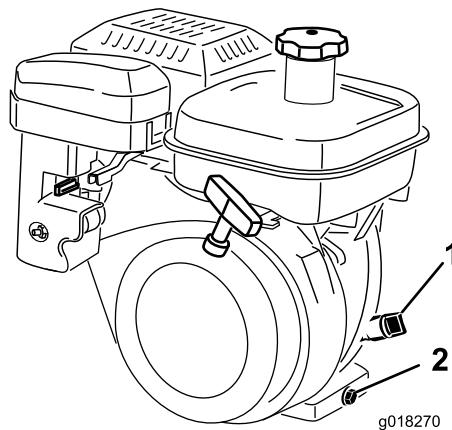

Bild 30
2. Stellen Sie den Rasenmäher so, dass der Motor eben steht und reinigen Sie dann den Bereich um den Ölpeilstab (Bild 30).
3. Nehmen Sie den Stab heraus. Drehen Sie ihn hierfür nach links (Bild 30).
4. Wischen Sie den Ölpeilstab ab und setzen Sie ihn in den Einfüllstutzen ein. Drehen Sie ihn nicht in den Einfüllstutzen ein. Entfernen Sie den Peilstab und prüfen den Ölstand. Füllen Sie bei niedrigem Ölstand so viel Öl ein, dass der Stand zwischen der H- und L-Markierung an der Anzeige liegt (Bild 30). Prüfen Sie den Ölstand. Füllen Sie nicht zu viel ein.
2. Stellen Sie eine Auffangwanne am Heck der Maschine unter die Ablassschraube (Bild 30). Lösen Sie die Ablassschraube.